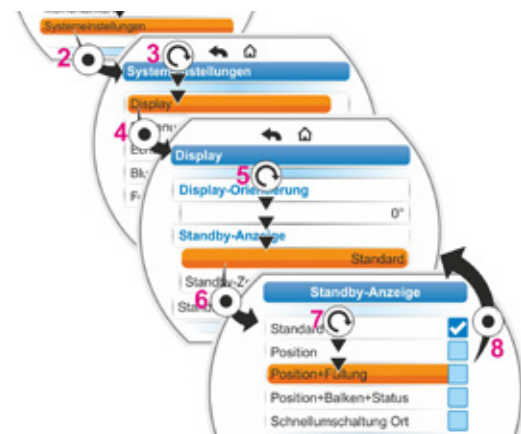

Abb. 5: Standby-Anzeige auswählen
2. Auswahlmarkierung bei ‚Standby-Display‘ auf ‚Standard‘ stellen (Abb. 5, Pos. 5) und bestätigen (Pos. 6).